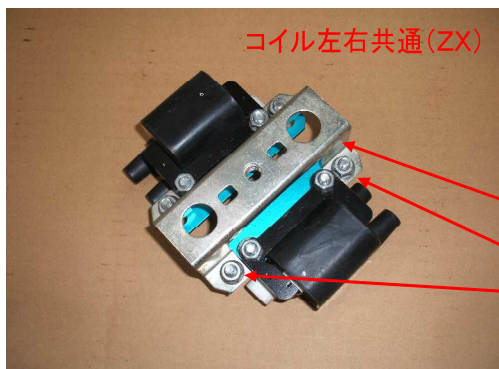

図1
- 6、シリンダーNo. に合わせコードマーカーを取付ける。(図1 参照)